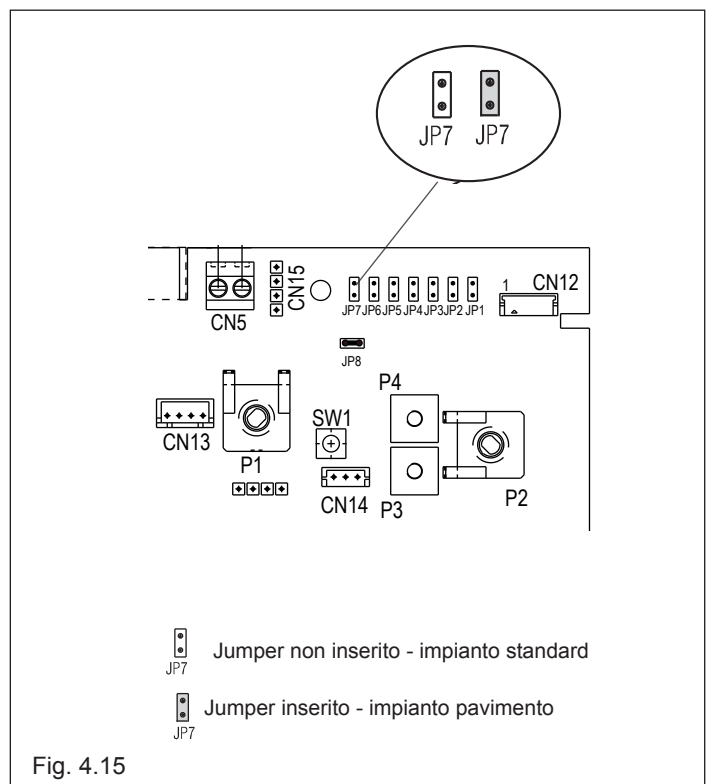

Fig. 4.15
- svitare le viti di fissaggio del coperchietto (F) per accedere alla morsettiera (fig. 4.15)
**JUMPER JP7 - fig. 4.15:**